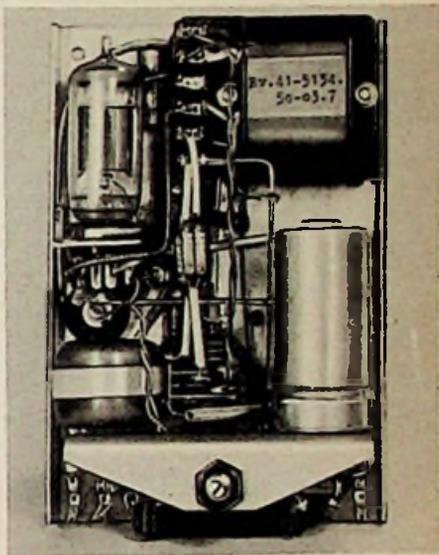

Bild 2. Dynamikbegrenzer V 920
2. Dynamikbegrenzer Ela V 920 (Bild 2).